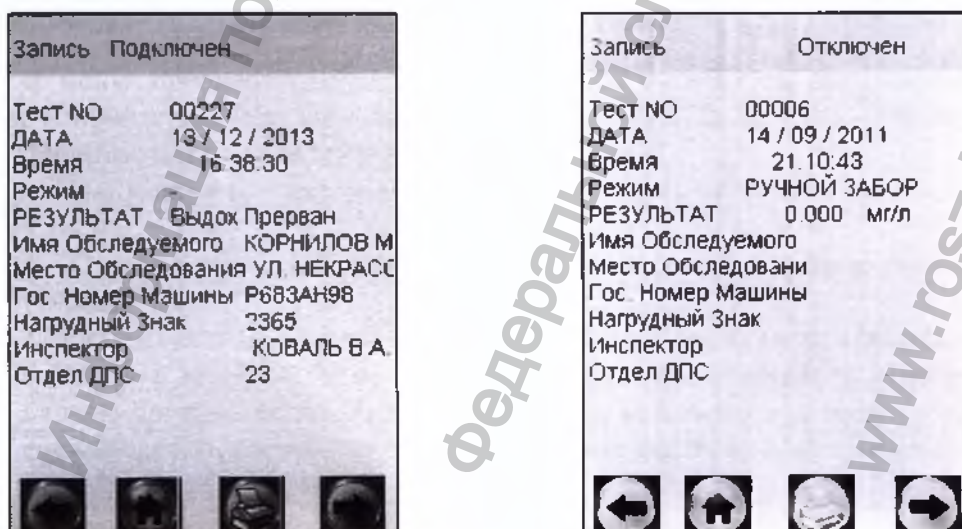
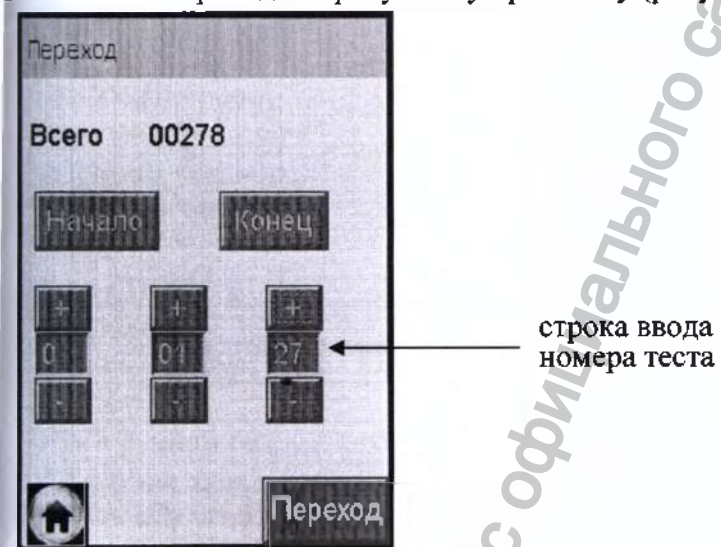

Рисунок 26 – Просмотр памяти
Рисунок 27 – Быстрый переход к требуемому протоколу
На сенсорном экране появится окно «Запись» с протоколом последнего измерения (рисунок 26).
2.12.2 Если измерения производились в режиме измерения с вводом данных, результаты измерения хранятся в памяти совместно с автоматически сохраняемыми данными (дата, время и т.д.) и с данными, введенными в предназначенные для заполнения поля (рисунок 26, слева).
2.12.3 Если измерения производились в режиме измерения без ввода данных, в памяти хранятся результаты измерения только совместно с автоматически сохраняемыми данными (рисунок 26, справа).
– находясь в окне «**Запись**» (рисунок 26), зажмите и удерживайте сервисную кнопку и кратковременно нажмите кнопку включения/выключения, отпустите обе кнопки; на экране появится окно перехода к требуемому протоколу (рисунок 27);